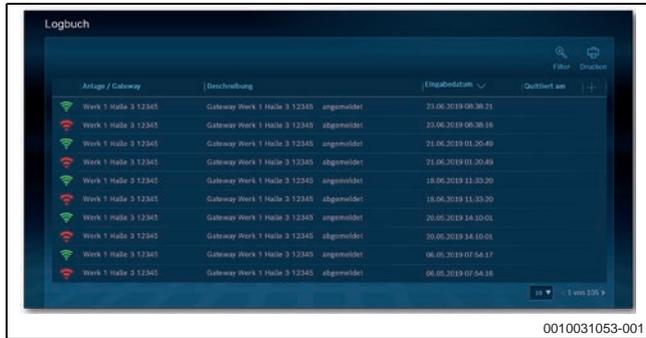
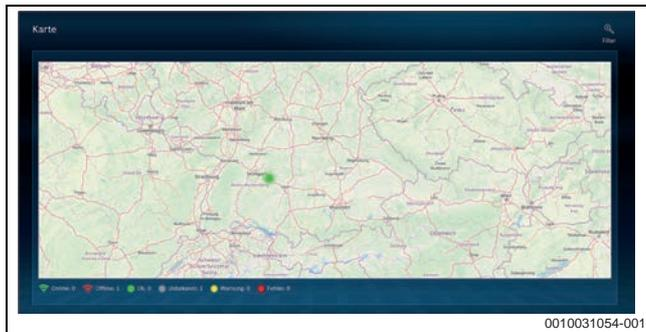

Bild 96 Control Center CommercialPLUS: Übersicht der Anlagen als Tabellenansicht
Bild 97 Control Center CommercialPLUS: Übersicht der Anlagen auf einer Landkarte
- Anlagenübersicht mit Statusanzeige: Überblick der Anlagen als Tabellenansicht oder auf einer Landkarte mit Statusanzeige für Funktion und Verbindung (→ Bild 96 und Bild 97).